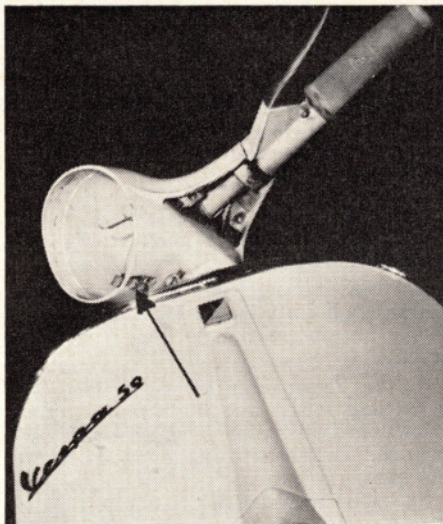

Bild 5: Der Pfeil weist auf die Klemmschraube für die Scheinwerfereinsatz-Befestigung.
2. Klemmschraube (s. Bild 5) für Scheinwerfereinsatz-Befestigung (gleichzeitig Neigungsverstellung!) lockern, Einsatz unten vor- und oben Rasten aus den Nuten herausziehen, Einsatz abnehmen. (Bei den Modellen über 125 ccm sind drei Madenschrauben für die Befestigung und Neigungsverstellung vorgesehen.)